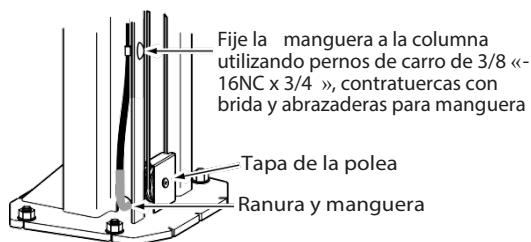

Fig. 15
F) Pase el cable alrededor de la polea inferior, luego hacia arriba y alrededor de la polea superior y a través y hacia abajo hasta el carro opuesto, Fig. 16. Instale la cubierta de la polea, Fig. 15.